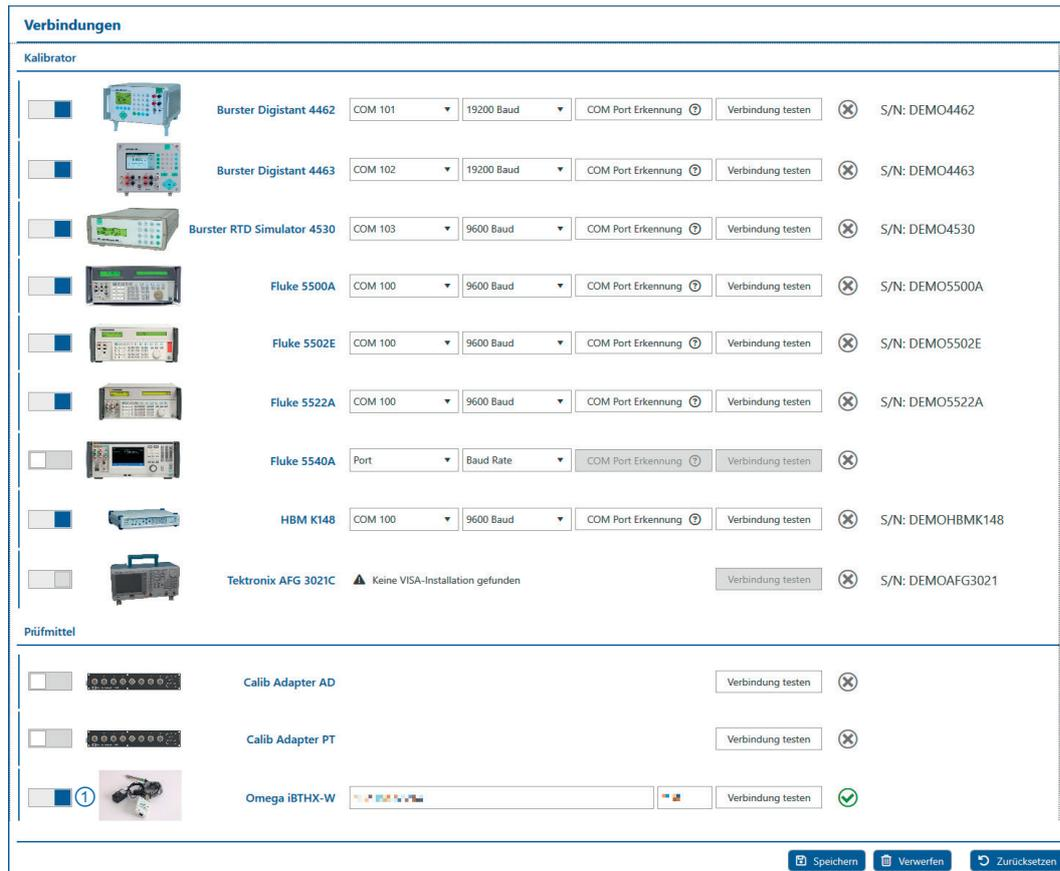

Abb. 3-17: Menü **Prüfmittel**
<p>Die Option Automatische Überwachung ist standardmäßig deaktiviert. Um die Werte für die Umgebungstemperatur und die relative Luftfeuchte zu übertragen, muss zusätzlich zur Option Automatischen Überwachung auch der Transmitter für die Übertragung der Messwerte (Abb. 3-17, ①) auf der Seite Prüfmittel aktiviert werden.</p> <p>→ Kapitel 3.4.3.2 „Prüfmittel“</p>
Wenn die Info-Box **Umgebung** (Abb. 2-12) für die Anzeige der Werte für Umgebungstemperatur und relative Luftfeuchte verwendet werden soll, muss im Abschnitt **Prüfmittel** der Transmitter für die Übertragung dieser Werte aktiviert werden (Abb. 3-17, ①).